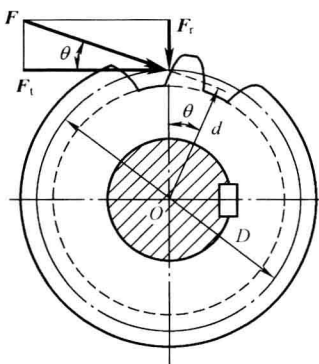

图 1-1-9 力分解的工程应用
在工程实际中,通常分解为方向互相垂直的两个分力。例如,在进行直齿圆柱齿轮的受力分析时,常将齿面的法向正压力  $F$  分解为圆周力  $F_t$  (推动齿轮旋转的即沿齿轮分度圆圆周切线方向的分力) 和径向力  $F_r$  (指向轴心的压力),如图 1-1-9 所示。若已知  $F$  与分度圆圆周切向所夹的压力角为  $\theta$ , 则有
**【例 1-1-1】** 如图 1-1-9 所示,一齿轮受到与它啮合的另一齿轮的作用力  $F=1\text{kN}$  的作用,已知压力角  $\theta=20^\circ$ ,节圆直径  $D=0.16\text{m}$ ,求力  $F$  对齿轮轴心  $O$  之矩。